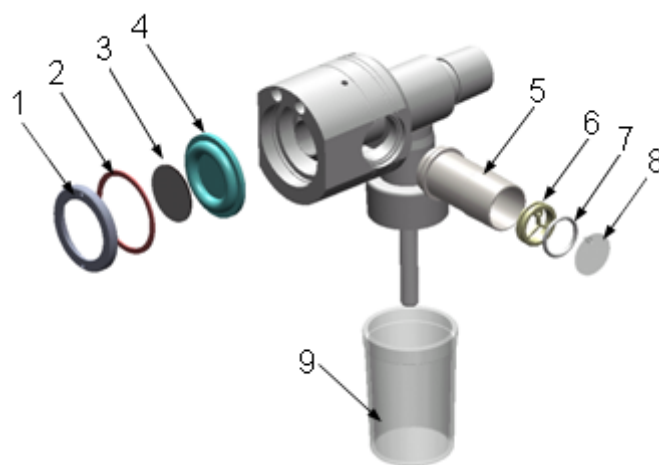

Figura 8-3
- c. Remova a tampa da extremidade (1 na Figura 8-3) e a gaxeta (2 na Figura 8-3);
- d. Remova a placa de escala (3 na Figura 8-3) e o diafragma (4 na Figura 8-3);
- e. Gire o conector expiratório (5 na Figura 8-3) no sentido horário;
- f. Puxe para fora o núcleo da válvula unidirecional (6 na Figura 8-3), o anel de vedação de borracha (7 na Figura 8-3) e o diafragma unidirecional (8 na Figura 8-3);
- g. Gire o coletor de água (9 na Figura 8-3) e puxe-o para fora.
(2) Limpeza
(3) Desinfecção